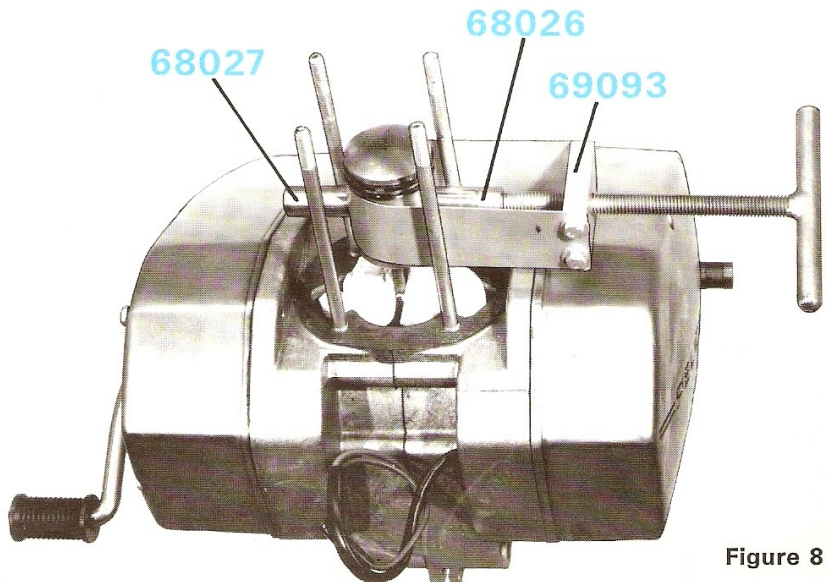

Figure 8
- Présenter sur la bielle, l'outil n° 69093 équipé du piston, de façon que l'ouverture des segments soit dirigée côté admission (figure 8).